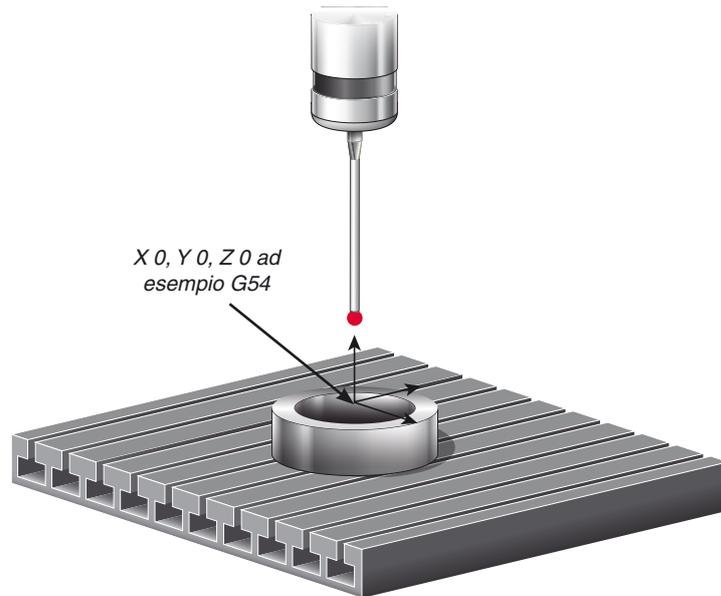

Figura 4: calibrazione della correzione XY tramite anello calibrato
- Come si può vedere nella figura 4, l'origine pezzo è impostata su zero per gli assi X, Y, Z, al centro della superficie superiore dell'anello calibrato.